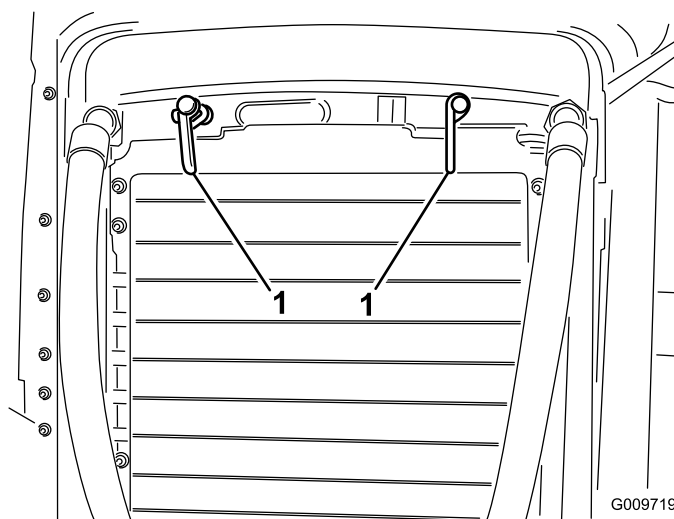

Figura 50
2. Rode os trincos (Figura 50) que fixam o dispositivo de arrefecimento de óleo ao chassis.